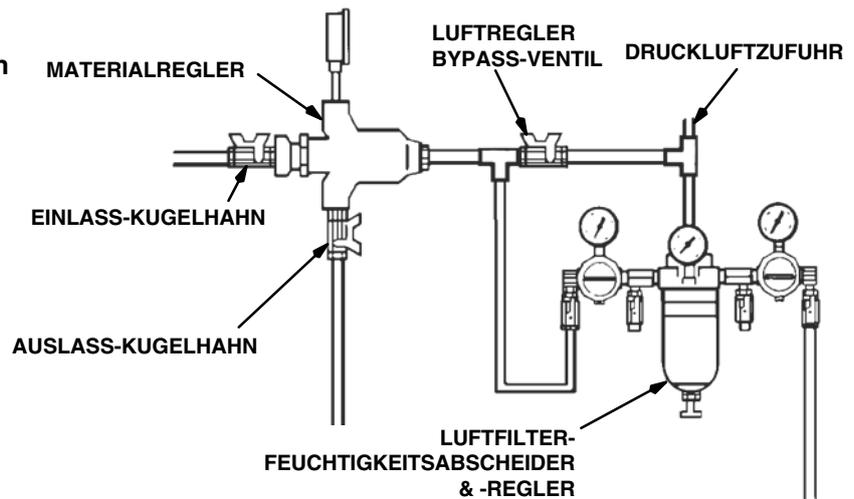
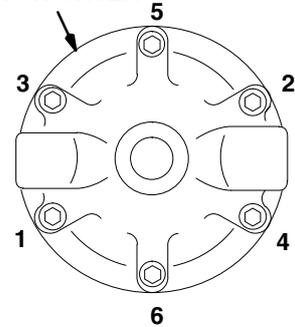

Abb. 2
Abb. 4
1. Pumpe starten und den Einlass-Kugelhahn des Materialreglers öffnen, um Material in den Regler einzulassen. Siehe Abb. 2.
2. Kugelhahn am Lufteinlass des Reglers schließen. Siehe Abb. 2.
5. Schottverschraubung (23) und Feder (40) vom Gehäuse des Reglers abnehmen.
6. Kugel (20), Sitz (16) und Dichtung (15) entfernen. Siehe Abb. 4.
- Kugel (20) und Sitz (16) aus Hartmetall besonders vorsichtig behandeln, damit diese nicht beschädigt werden.
- HINWEIS:** Die Dichtung (15) ist dünn und durchscheinend. Vergessen Sie nicht, die Dichtung zu entfernen.
7. Die sechs Kopfschrauben (1) und das Gehäuse (6) entfernen.
8. Die Membranengruppe so in einen Schraubstock einspannen, dass sich die Klemmbacken am Stößelgehäuse (18) befinden. Die Sicherungsschraube (10), die Gegenmutter (13) und die Scheibe (17) vom Stößelgehäuse (18) entfernen.
9. Membrane (22) und Dichtung (26) entfernen.
10. Die Feder (3), den Ventilstößel (9) und die Dichtung (21) vom Stößelgehäuse (18) entfernen.
12. Das Stößelgehäuse (18) in einen Schraubstock einspannen. Einzeln nacheinander die Dichtung (26), die Membrane (22) – *die weiße PTFE-Seite zeigt nach unten zum unteren Gehäuse* – und die Scheibe (17) auf das Stößelgehäuse (18) geben. Alle Teile mit der Gegenmutter (13) sichern. Die Gegenmutter mit 28–47 Nm auf dem Schaftgehäuse festziehen.
13. Den Ventilstößel (9), die Feder (3), die Dichtung (21) und die Sicherungsschraube (10) in das Stößelgehäuse (18) einbauen. Die Nase am Ventilstößel (9) muss dabei in den Schlitz der Schraube (10) passen.
15. Die zusammengebauten Teile in das Gehäuse (6) einbauen.
16. Am Modell 214980 das Luftleitungs-Fitting (29) in der Kappe (7) mit 27–34 Nm (20–25 ft-lb) festziehen.
17. Die Kappe (7) installieren. Die sechs Schrauben (1) in der in Abb. 4, **Ansicht von unten**, gezeigten Reihenfolge und mit dem angegebenen Drehmoment anziehen.
18. Die Dichtung (15), den Ventilsitz (16) und die Kugel (20) in das Gehäuse (6) einbauen.
19. Die Schottverschraubung (23) mit eingelegtem O-Ring (4) und Feder (40) in den Einlass schrauben. Mit 31-36 Nm (23-27 ft-lb) festziehen.